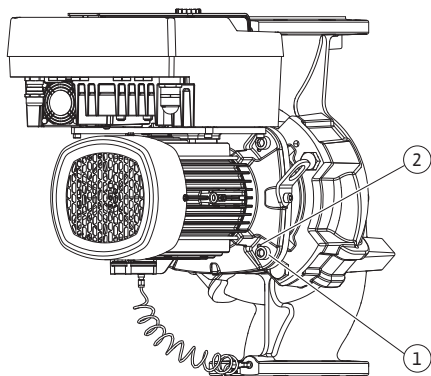

Fig. 10: Abdrücken des Einstecksatzes über Gewindebohrungen
- Den Einstecksatz (siehe Fig. 4) vom Pumpengehäuse abdrücken. Dafür die zwei Gewindebohrungen (siehe Fig. 10) nutzen. Zum Lösen des Sitzes Schrauben M10 mit geeigneter Länge in die Gewindebohrungen eindrehen.
6. Den Einstecksatz (siehe Fig. 4) vom Pumpengehäuse abdrücken. Dafür die zwei Gewindebohrungen (siehe Fig. 10) nutzen. Zum Lösen des Sitzes Schrauben M10 mit geeigneter Länge in die Gewindebohrungen eindrehen.